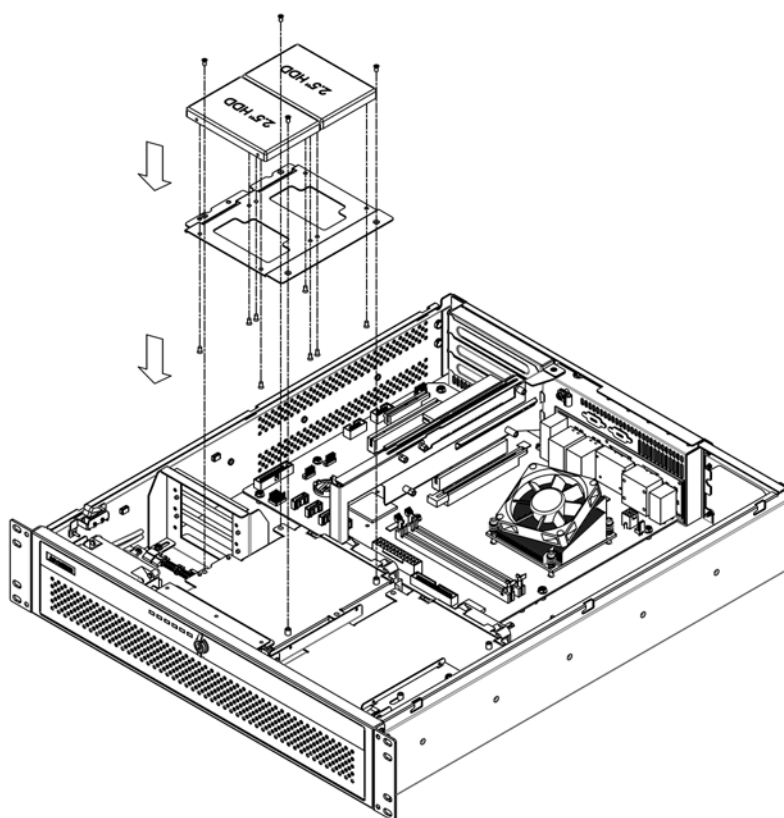

Figure 2.9 Installing the internal HDD / 安装内置 HDD / 安装内置 HDD
1. To install the 2.5" internal HDD, simply release the four screws on top of the disk drive bracket. (see Figure 2.9)
1. 安装 2.5" 内置 HDD 时，只需卸下磁盘驱动支架上的 4 个螺丝（如图 2.9 所示）。
1. 安装 2.5” 内置 HDD 时，只需卸下磁片驱动支架上的 4 个螺丝（如图 2.9 所示）。